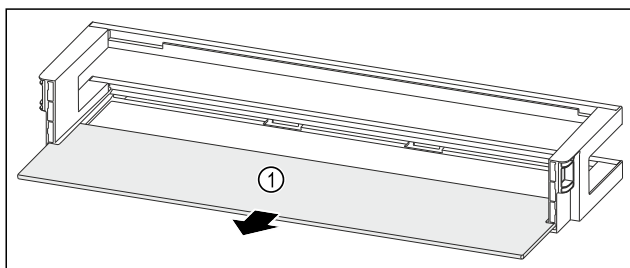

Fig. 96 Лотки на дверцятах з полицею
- ▶ Дістаньте полицю Fig. 96 (1).